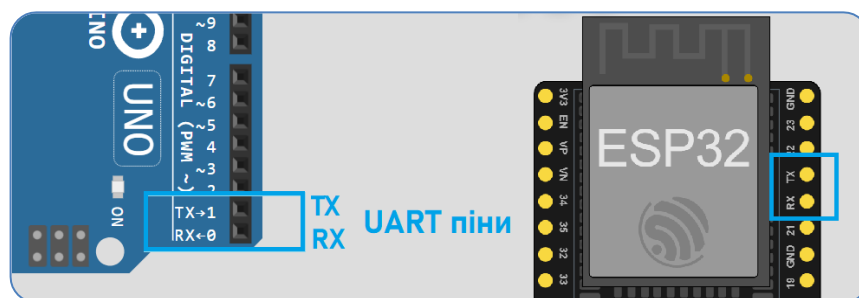

Рис. 3.1. Виводи UART на платі Arduino UNO та ESP32
Для кожного напрямку комунікації передбачено окремий вивід: TX – для передачі даних; RX – для прийому. Під час використання UART відповідні виводи, TX (1) та RX (0) (рис. 3.1), не доцільно використовувати для інших задач.